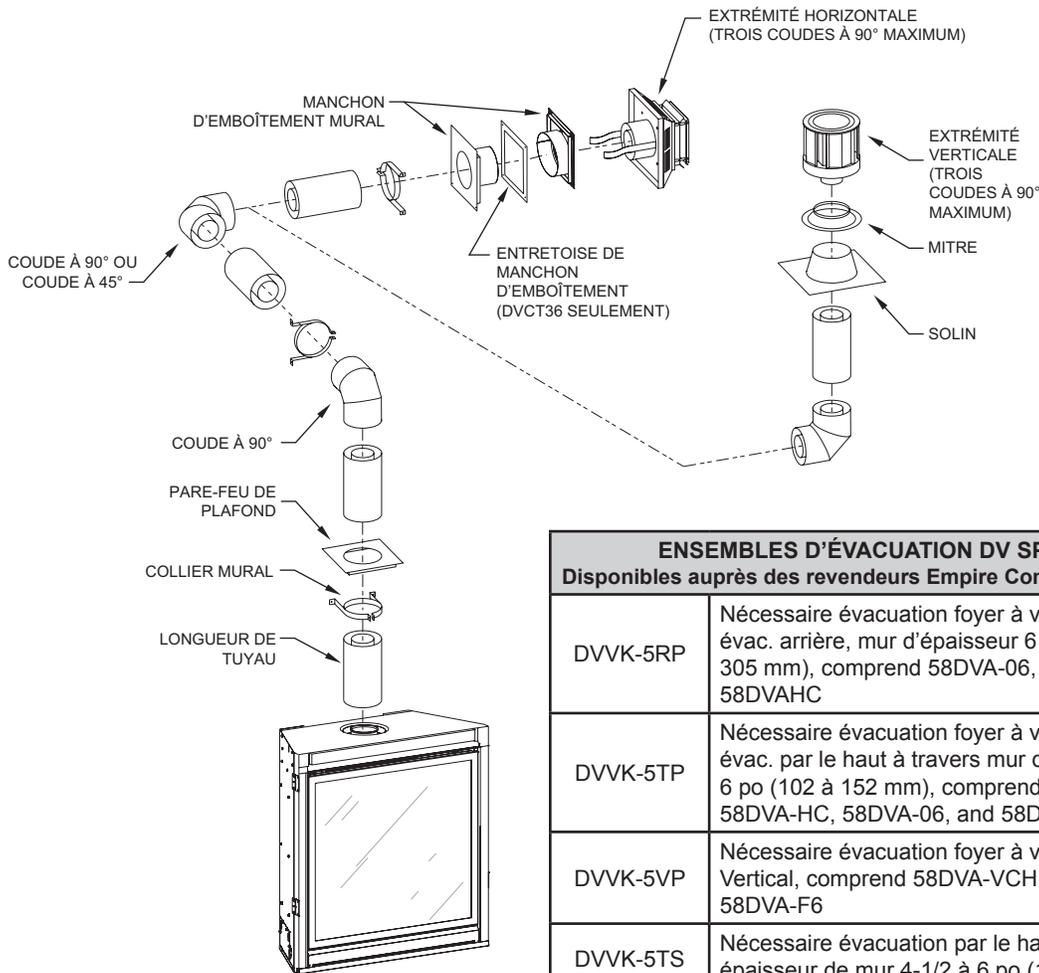

Figure 45
**Exemples possibles de systèmes d'évacuation avec deux coudes à 90° :** La dimension verticale minimum indiquée correspond à V, pour une dimension horizontale totale maximum de H1 + H2. Les distances verticales et horizontales maximales avec deux (2) coudes à 90° comme sur la **Figure 45** sont de 20 pi (6,1 m).